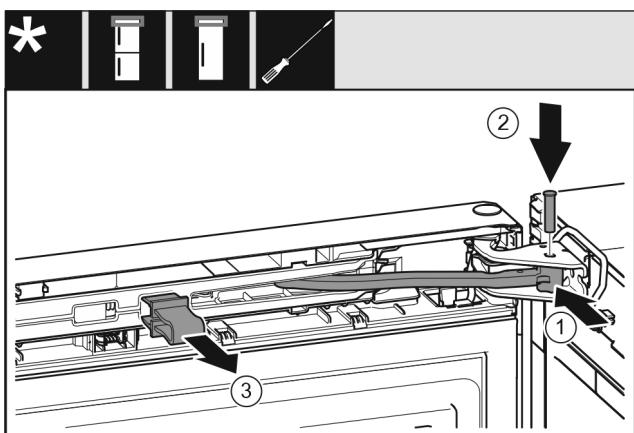

Fig. 50
► Gelenk in Lagerbock drehen. Fig. 50 (1)
► Bolzen in Lagerbock und Gelenk einsetzen. Dabei darauf achten, dass der Rastnocken korrekt in der Nut sitzt. Fig. 50 (2)
► Sicherung abnehmen. Fig. 50 (3)